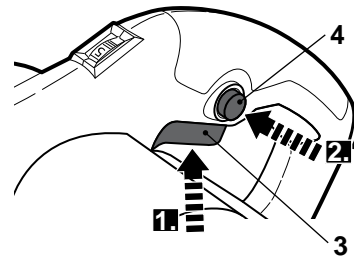

Fig. 14
- > Mettez l'appareil en marche en appuyant sur le bouton marche/arrêt [3] et maintenez celui-ci en position (Fig. 14, étape 1).
- > Appuyez sur le bouton de verrouillage [4] et maintenez-le en position afin de verrouiller le bouton marche/arrêt [3] (Fig. 14, étape 2).